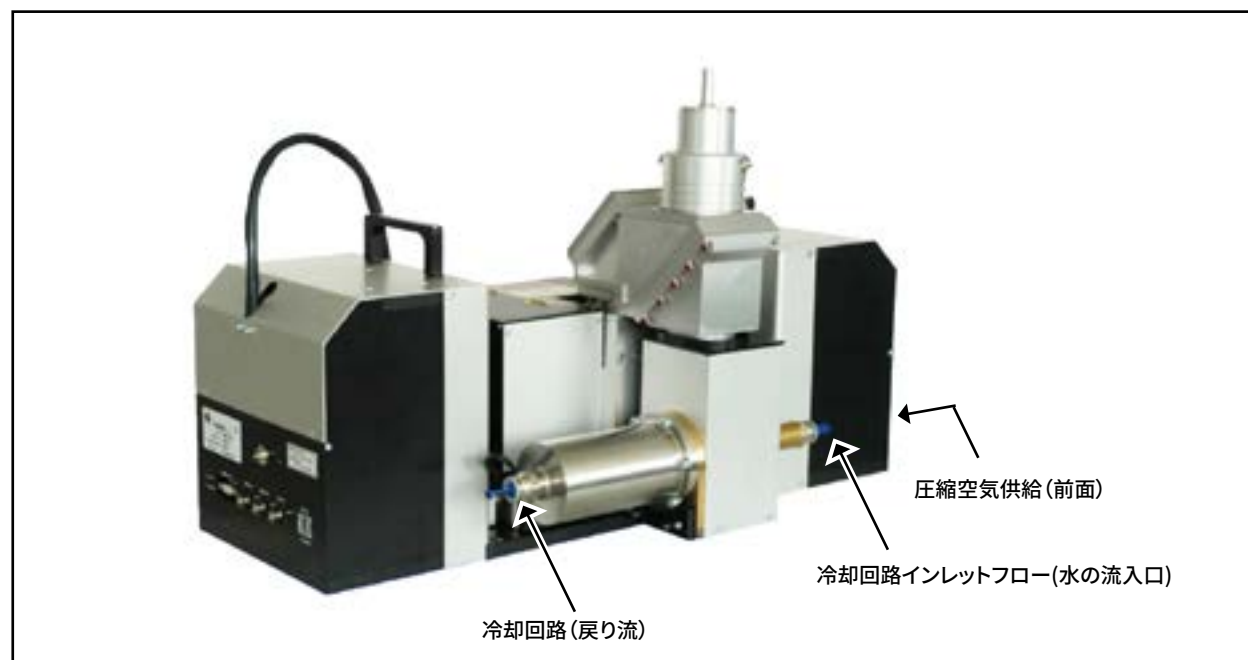

図 9.1: HP-MSMへ冷却水と圧縮空気の接続
- ・ インレットフロー(水の流入)とリターンフロー(水の戻り流)の両方をアブソーバと接続します(図9.1参照)。